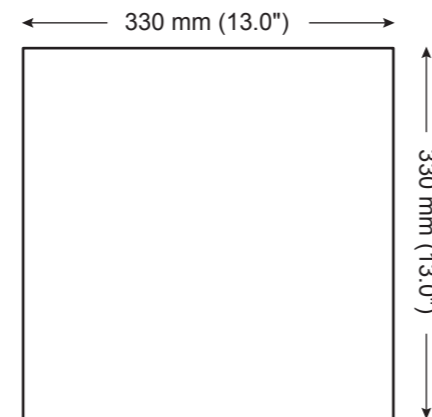

Fig. 12. PCI 45DC Cutout Dimensions
2. Marquez soigneusement un carré à l'emplacement souhaité et découpez soigneusement un trou dans la cloison sèche / plaque de plâtre. Retirez la poussière et les débris du trou (Fig. 12).